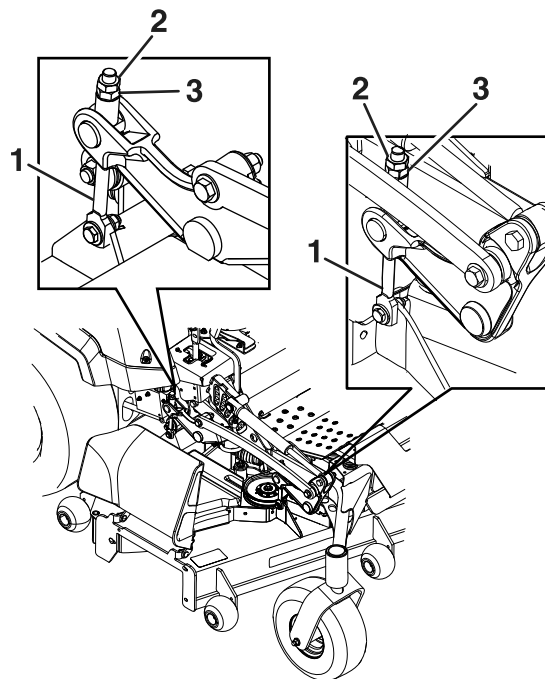

図 77
8. フロントデッキリフトアセンブリの調整ナットを回して微調整する (図 77)。